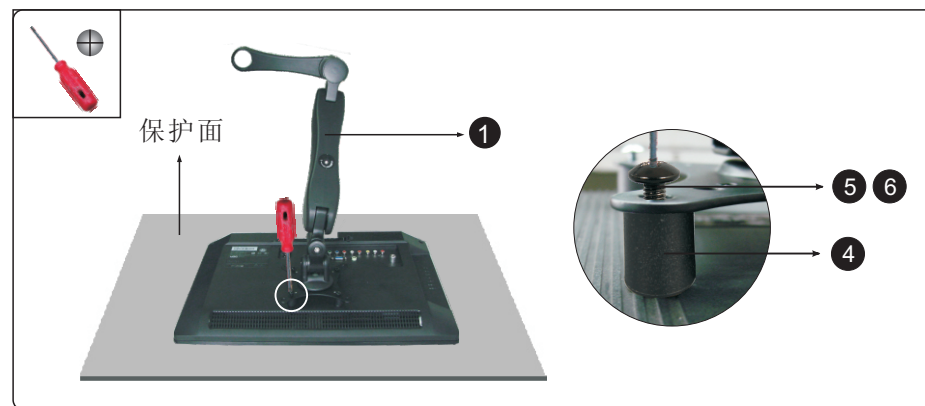

图: 2-2
- 用螺丝刀将选择的螺栓通过支架的孔洞，放入垫圈，拧紧螺栓，显示屏就被安装到支架上了，不要将螺栓拧的过紧，如果拧不动应就立即停止（如图2-2）。